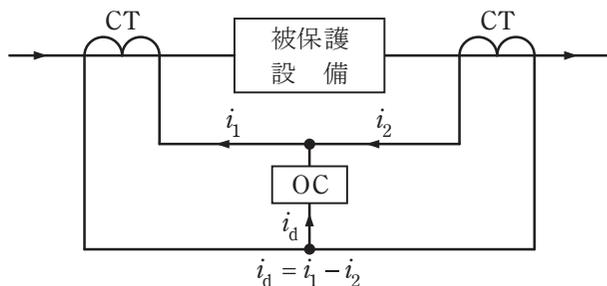
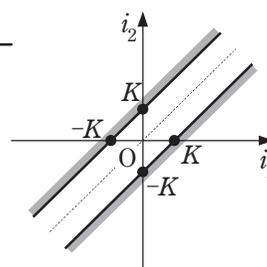

図1 差動リレーの原理
図2 単純差動リレー特性図
差動リレーは動作原理とリレー構成が簡単であり、事故区間の判断を確実かつ高速に行うことができるため、送電線、母線、変圧器、発電機など設備の主保護リレーとして幅広く使用されている。動作原理は保護する設備に流入・流出する電流の差を監視するもので、被保護設備内に事故がなければ電流の差が零であるという (1) を応用したものである。図1のように被保護設備に流入・流出する電流をCTで検出し、図のように動作回路を構成すれば、設備事故時のみ $i_1 \neq i_2$ となり、動作回路のOCに i_d が流れる。特性図は図2のようになり、第二、第四象限は両端から電流が流入するときの (2) 事故を意味する。図中の K は一端から電流が流入するときの動作値を示す。